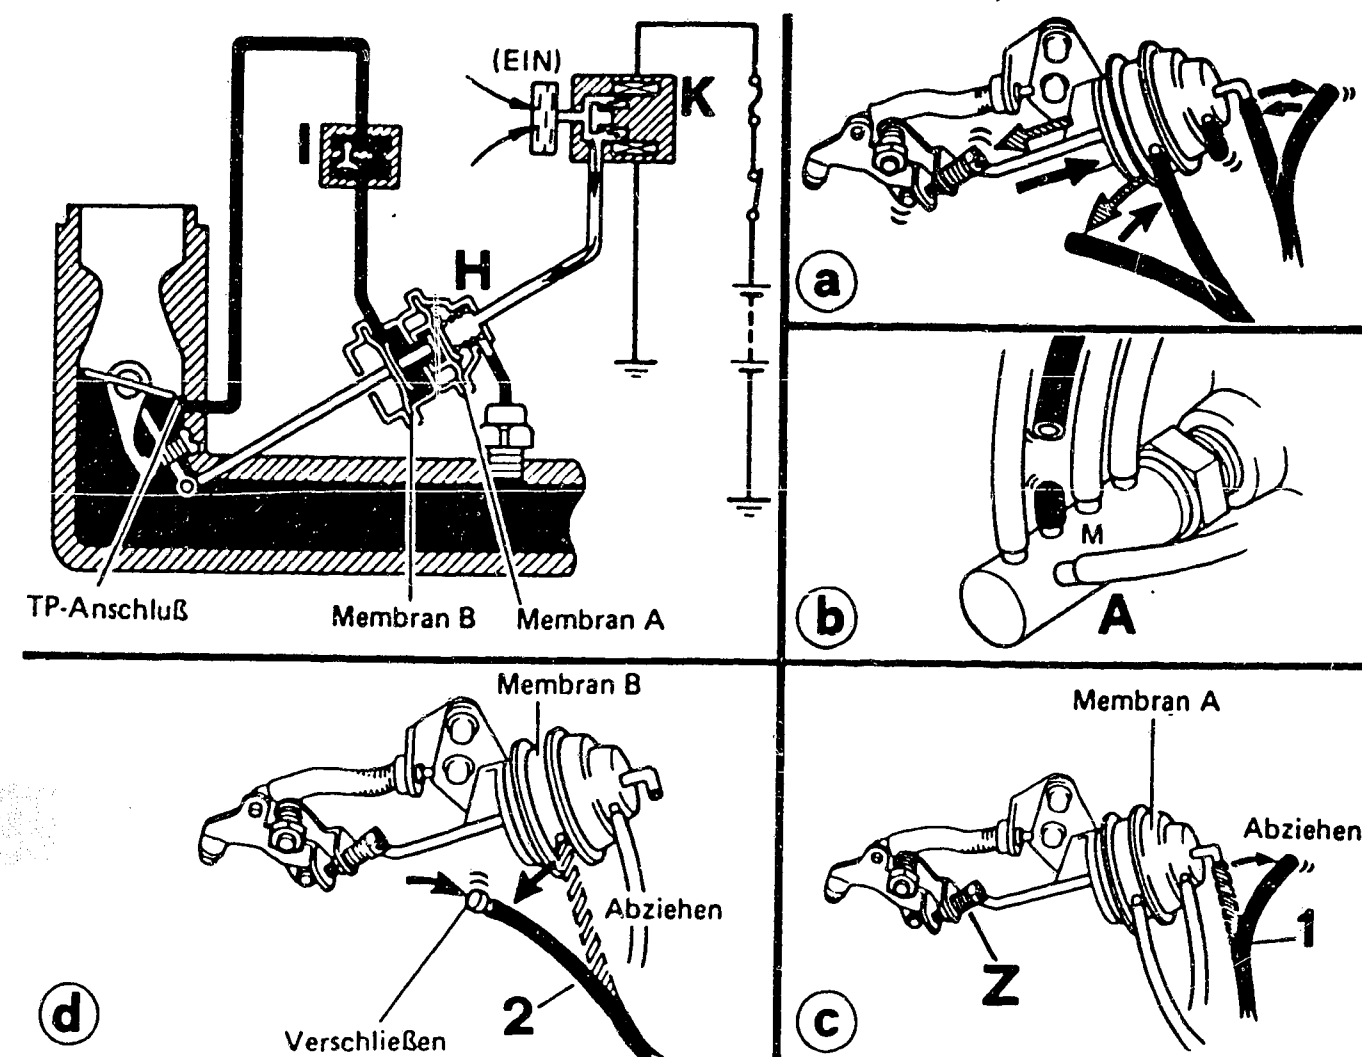

Bild 33 Drosselklappensteller am **Motor 4A-C**:
d) Die Einstellung der **erhöhten Drehzahlen** des Drosselklappenstellers setzt eine korrekt eingestellte Leerlaufdrehzahl voraus. Durch Abziehen des Schlauches und Verschliessen des Anschlusses am Thermoschaltventil (b Bild 33) ist die Abgasrückführung ausser Funktion zu setzen. Beim Abziehen des Schlauches 1 muss sich die Drehzahl auf 800/min erhöhen; eine Korrekturmöglichkeit gibt die Schraube (c Bild 33). Beim Abziehen und Verschliessen des Schlauches 2 muss die Drehzahl auf 1300/min ansteigen. Nach dem Anschliessen des Schlauches 2 muss sich die Drehzahl innerhalb 2...6s auf den ursprünglichen Wert einregulieren.
d) Der **Drosselklappensteller** dient einerseits der Leerlaufanhebung bei eingeschalteten elektrischen Verbrauchern, andererseits hält er die Drosselklappe im Schiebetrieb und bei plötzlicher Verzögerung leicht geöffnet (Bild 33). Bei normalem Leerlauf werden beide Membranen vom Unterdruck angezogen, sodass die Drosselklappe schließen kann. Beim Einschalten elektrischer Verbraucher wird das Magnetventil K gegen die Atmosphäre hin geöffnet und die Drosselklappe leicht aufgetossen. Bei plötzlicher Verzögerung wirkt der Raum an der Membran B zusammen mit dem Verzögerungsventil I als Schliessdämpfer.